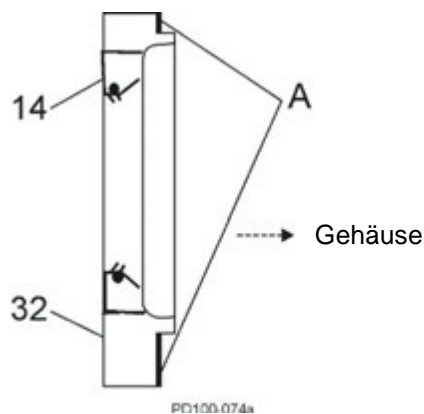

Abb.88 Einbau der Lagerhalter
18. Bestreichen Sie die Lagerhalter mit Silikondichtmasse (Abb. 88, Pos. A). (Es kann Gore-Tex® Dichtband bei silikonfreien Modellen genutzt werden.) Die Fettdichtung (Pos. 14) schließt bündig mit der Vorderseite der Lagerhalterungen ab. Bei den 030 Modellen wird die Fettdichtung gegen den Absatz auf dem inneren Durchmesser der Halterung stoßen.
19. Bauen Sie die Lagerhalter ein (Abb. 88, Pos. 32).